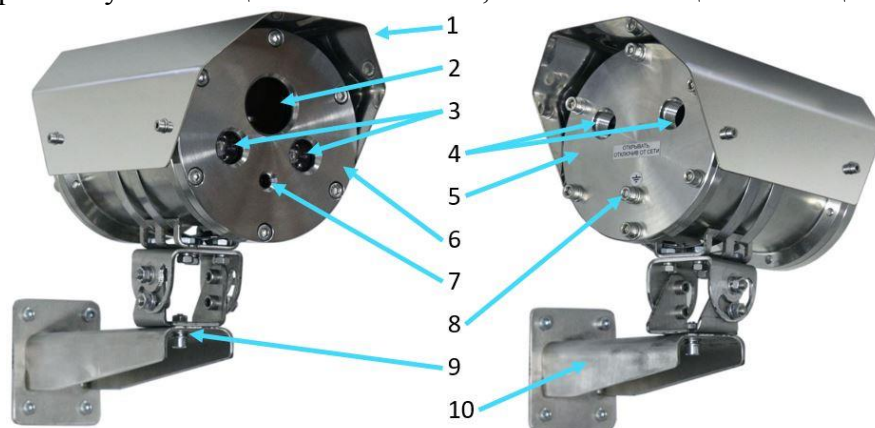

Рисунок 4.2 – Внешний вид и конструкция термокожуха
4.6.1 Открутите болт крепления кронштейна и отсоедините от него термокожух (рис. 4.2);
4.6.3 Открутите фиксирующие винты и осторожно (чтобы не повредить провода от видеомодуля и ИК-подсветки) извлеките основание (заднюю крышку) с шиной из корпуса термокожуха (рис. 4.2);
4.6.7 Установите термокожух на кронштейн (6) и зафиксируйте при помощи болта (5) (рис. 4.2);